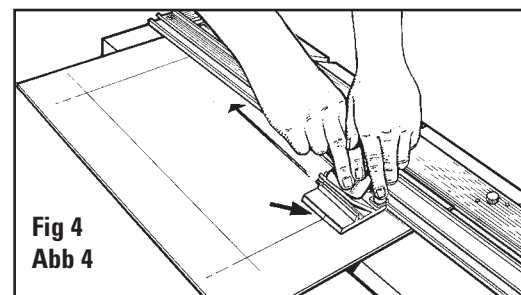

Fig 4
- Appuyer sur le goujon anti-glissement et faire pivoter fermement le support de lame dans le passe-partout (**Fig. 4**).
- Presione hacia abajo el Pasador Anti-Arrastre y gire firmemente el Sujetador de la Cuchilla abajo dentro de la lámina perimétrica. (**Fig. 4**)
- Pressen Sie mit der linken Hand auf die Anti-Rutschnadel und drücken Sie das Klingenmagazin mit der Klinge fest nach vorn in den Karton. Abb. 4.
- Premere il perno antiscivolo e inserire il portalamina nel passepartout ruotandolo verso il basso. (**Fig. 4**)